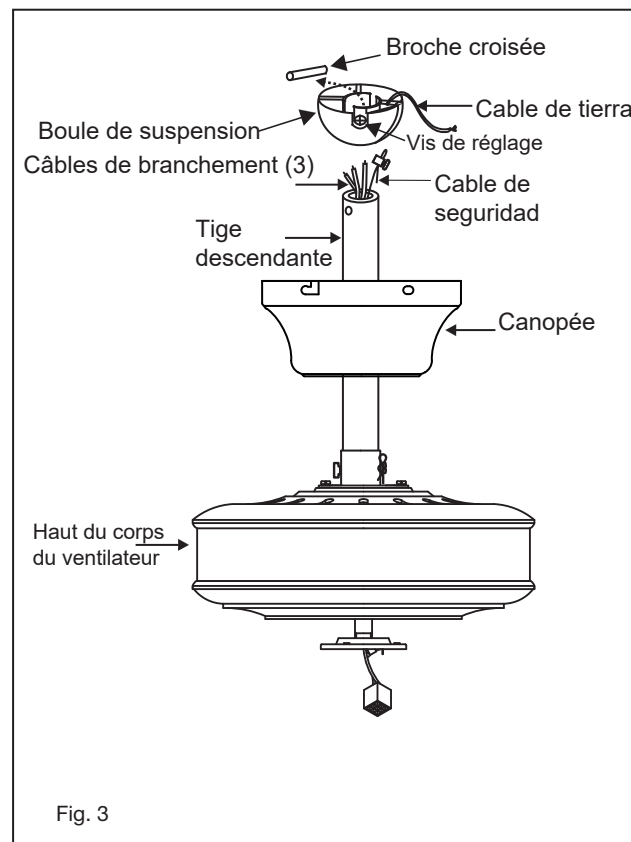

Fig. 3
- 7 Insérez 2 vis dans le support de suspension, en les laissant partiellement à l'extérieur (Fig. 3).
- 1 Glissez la verrière sur la tige de descente. (Fig. 3)